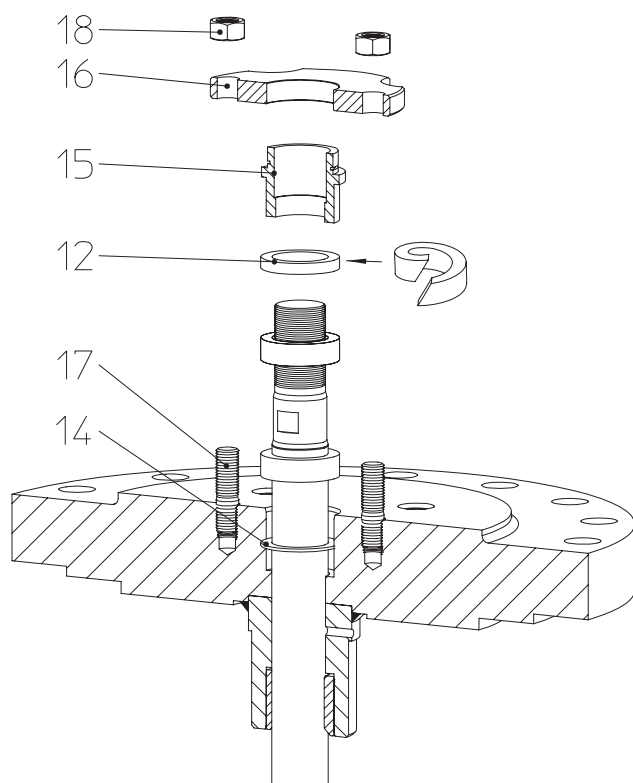
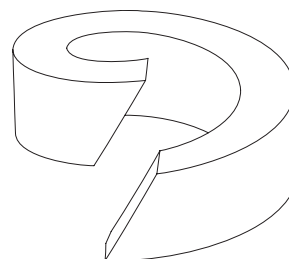

рис. 8
рис. 9: разделенное уплотнительное кольцо
- Вложите новое уплотнительное кольцо (поз. 12), при монтаже руководствуйтесь рис. 8 - рис. 9.
Если используется разделенное уплотнительное кольцо, при раскрое следите за тем, чтобы разрез был наклонным, как показано на рис. 9.